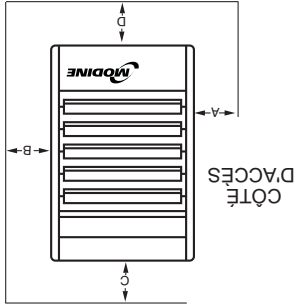

Figure 4.1 - Matières combustibles et dégagements
5. Veillez à respecter les distances minimums des matériaux combustibles et les dégagements recommandés pour maintenance. Les appareils sont conçus pour une installation sur des surfaces non combustibles avec les dégagements minimums de la figure 4.1 et des tableaux 4.1 et 4.2.